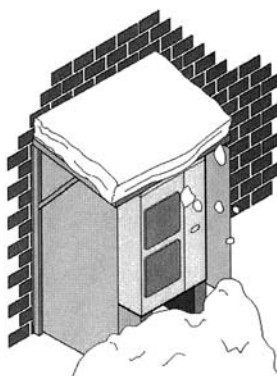

Figure 2: construction pour empêcher la neige d'affecter l'unité
- Configuration d'installation recommandée (Se référer au bulletin d'informations « Espace d'installation et d'entretien » et à la Figure 2)